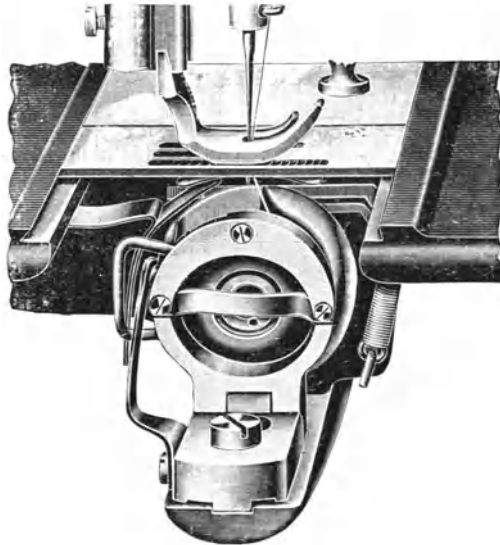

Abb. 22.
1. Durch eine vor den Greifer zu schiebende Brille, deren Ring umklappbar ist. Damit das Spulengehäuse nicht an der Bewegung des Greifers teilnehmen kann, greift es mit seinem Dorne in einen Ausschnitt der Brille ein (Ansicht des Greifers mit vorgelegter Spule und Brille Abb. 22).